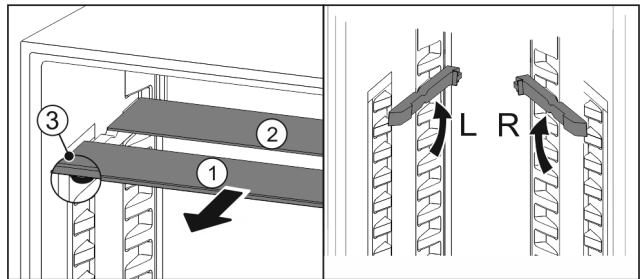

Fig. 121
- ▶ Húzza ki Fig. 121 (1) előre az üveglapokat egyesével.
- ▷ Az üveglap Fig. 121 (1) a díszléccel előre néz.
- ▷ Az ütközők Fig. 121 (3) lefelé mutatnak.